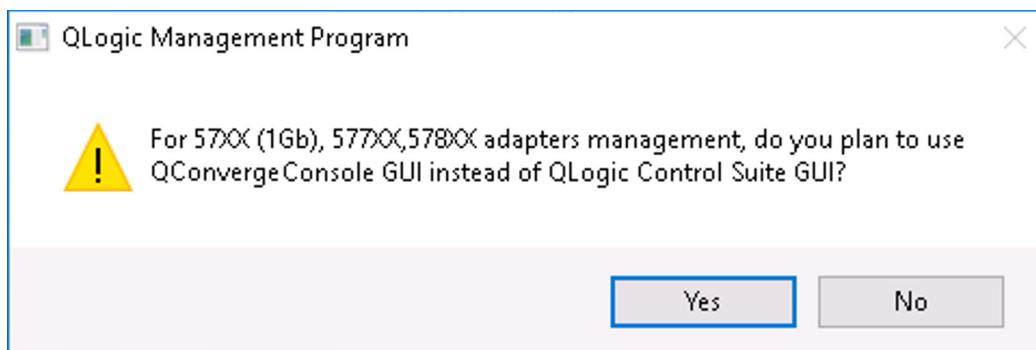

Ilustración 9-1. Indicador del Asistente de InstallShield para la utilidad de administración
3. En el indicador del Asistente de InstallShield (Ilustración 9-1), seleccione la utilidad de administración del adaptador que desea utilizar: